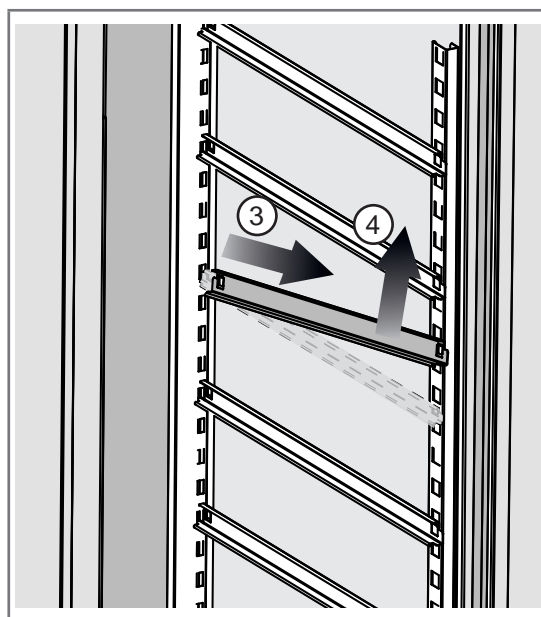

Fig 6.2 - Retrait des rails
1. Retirer les rails (3 - 4 - Fig. 6.2)